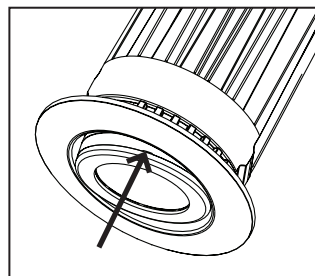

Figura 19
**Paso 1.** Inserte un pequeño destornillador en las ranuras entre la superficie del cardán y el cuerpo. Quite el frente. Puede ser necesario apalancar en algunos lugares para quitar el frente parejamente. El óptico se liberará después de que el frente se haya quitado (Figura 19).